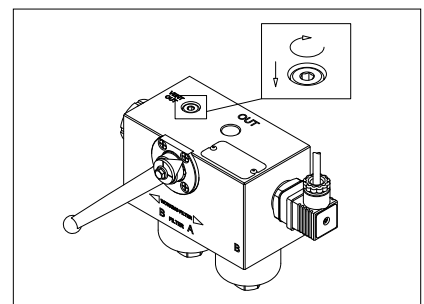

fig. 17
- (Fig. 17) Far fuoriuscire l'aria dall'impianto attraverso il tappo "Vent OUT", finché il fluido di lavoro non inizia a trafilare. Serrare immediatamente il tappo di sfiato